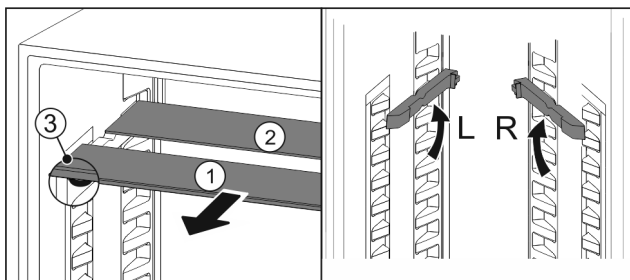

Fig. 126
- 将玻璃隔板逐个向前拉出 Fig. 126 (1)。
- ▷ 带装饰条的玻璃隔板 Fig. 126 (1)在前。
- ▷ 阻挡装置 Fig. 126 (3)指向下方。